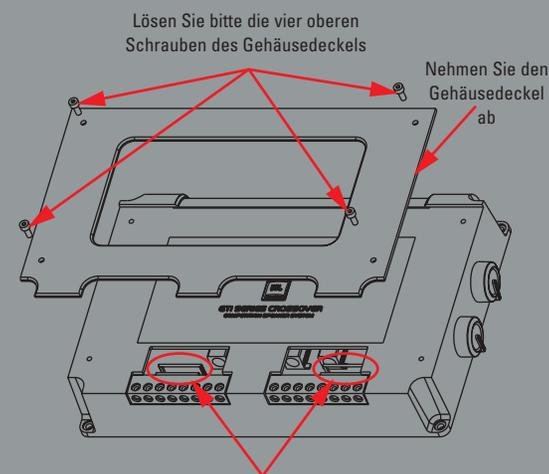

Abbildung 20. Entfernen Sie die Steckbrücken
- Wenn jedes Chassis von einer eigenen Endstufe versorgt werden soll (Bi-Amping), müssen die Steckbrücken entfernt werden – siehe Abbildung 20.